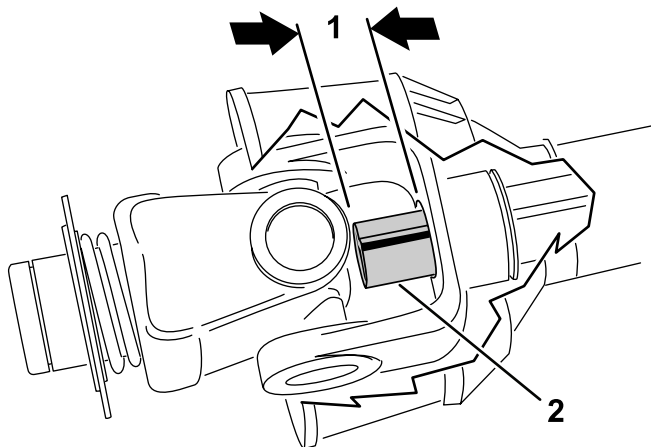

Figura 16
9. Deslice entre sí los tubos del árbol de la TDF hasta que estén totalmente retraídos. Compruebe que el tubo **interior** no sobresale a la zona de cruceta y cojinete del tubo exterior (Figura 16). Si esto ocurre, recorte **más** el tubo interior para corregir el problema. Continúe con el paso siguiente.
10. Mida la distancia de penetración del tubo interior en la zona de cruceta y cojinete del tubo exterior (Figura 16). Añada esta distancia a la dimensión obtenida en el paso 8.